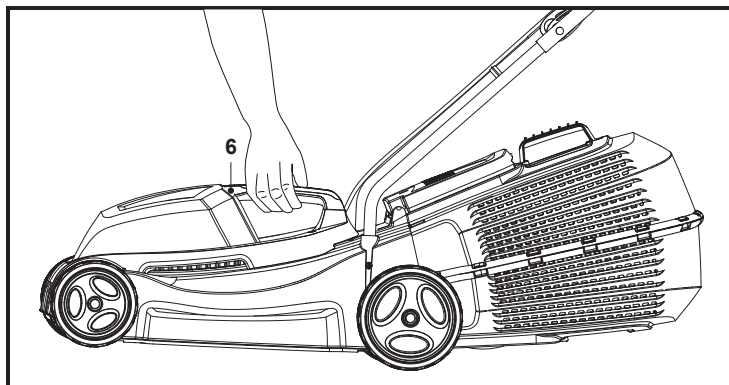

Fig. 7
Pour transporter la machine dans un endroit surélevé ou pour franchir une marche, il est possible d'utiliser la poignée de transport (6) (Fig. 7).